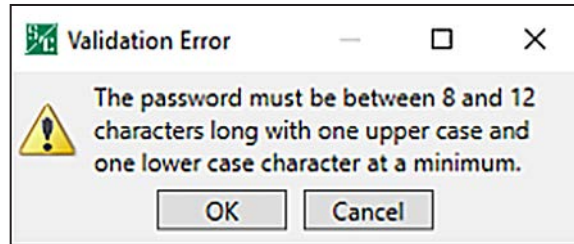

Figura 56. El cuadro de diálogo Error de Validación.
PASO 6. Si la contraseña no fue validada exitosamente, se abrirá el cuadro de diálogo Validation Error (Error de Validación). Ver Figura 56 en la página 124. Dé clic en el botón **OK** para intentar cambiar nuevamente la contraseña. Vaya al Paso 3 en la página 120.